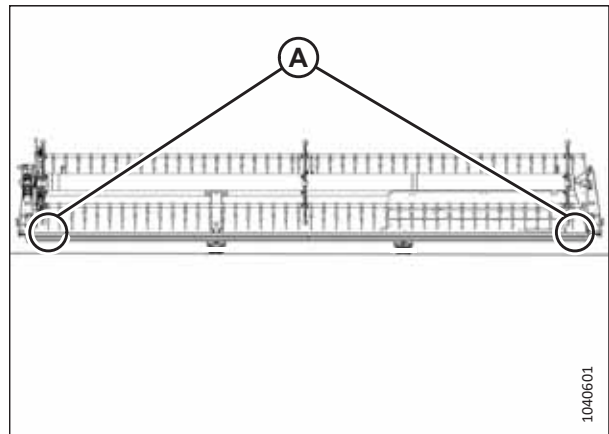

Рисунок 4.276: Расположение точек замера на жатке с одинарным мотовилом
- Рисунок 4.276, страница 426 – жатки с одинарными мотовилом